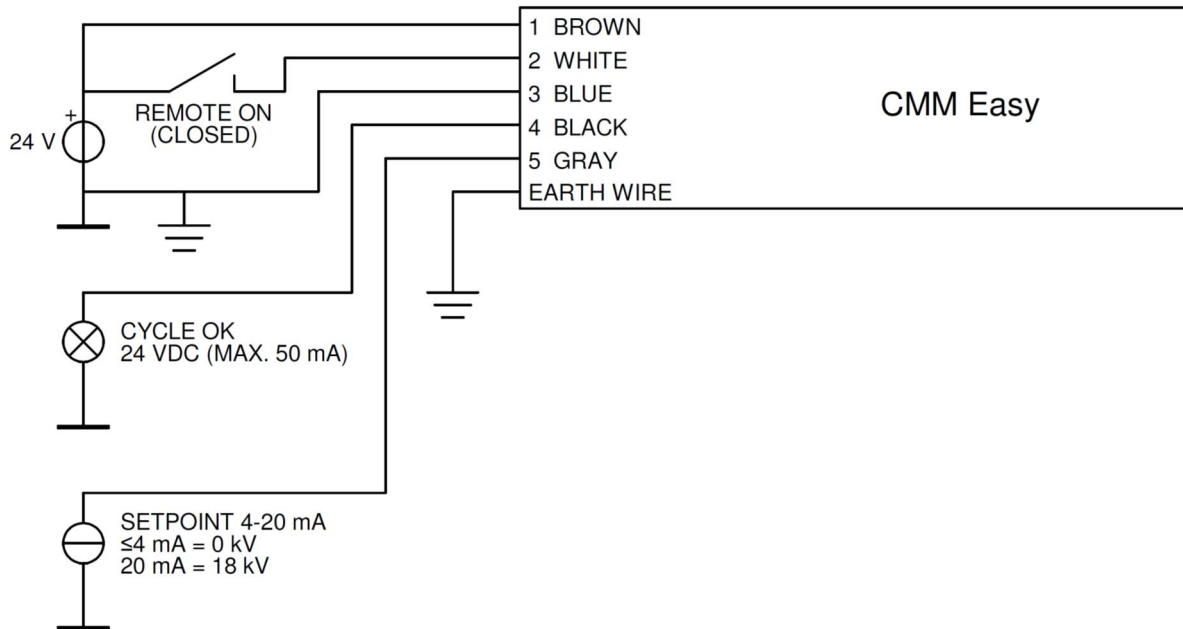

Abbildung 4: Anschlüsse des CMM Easy
- Schließen Sie das Kabel gemäß dem Schema in Abbildung 4 an.